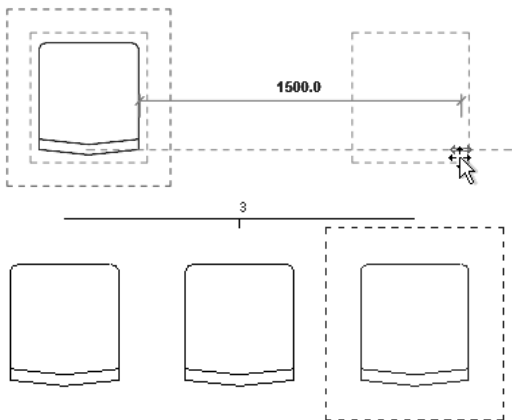

图 5-77
- ▶ 最后一个：指定第一个图元和最后一个图元之间的间距，所有剩余的图元将在它们之间以相等间隔分布，如图 5-77 所示。